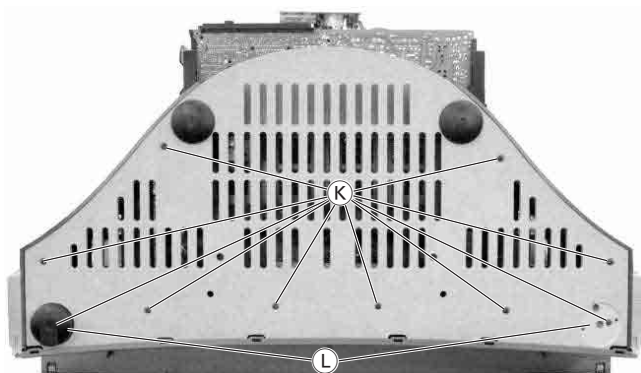

Fig. 10
- Gerätefüße **L** abnehmen, 10 Schrauben **K** entfernen und die Bodenplatte abnehmen (Fig. 10).
- 10 Schrauben **K** der Bodenplatte entfernen (Fig. 10).
- Gerätefüße **L** abnehmen, 10 Schrauben **K** der Bodenplatte entfernen (Fig. 10) und Chassis aushängen.
- Remove the feet **L** of the TV set, undo 10 screws **K** and remove the bottom plate (Fig. 10).
- Undo 10 screws **K** of the bottom plate (Fig. 10).
- Remove the feet **L** of the TV set, undo 10 screws **K** of the bottom plate (Fig. 10) and unhinge the chassis.